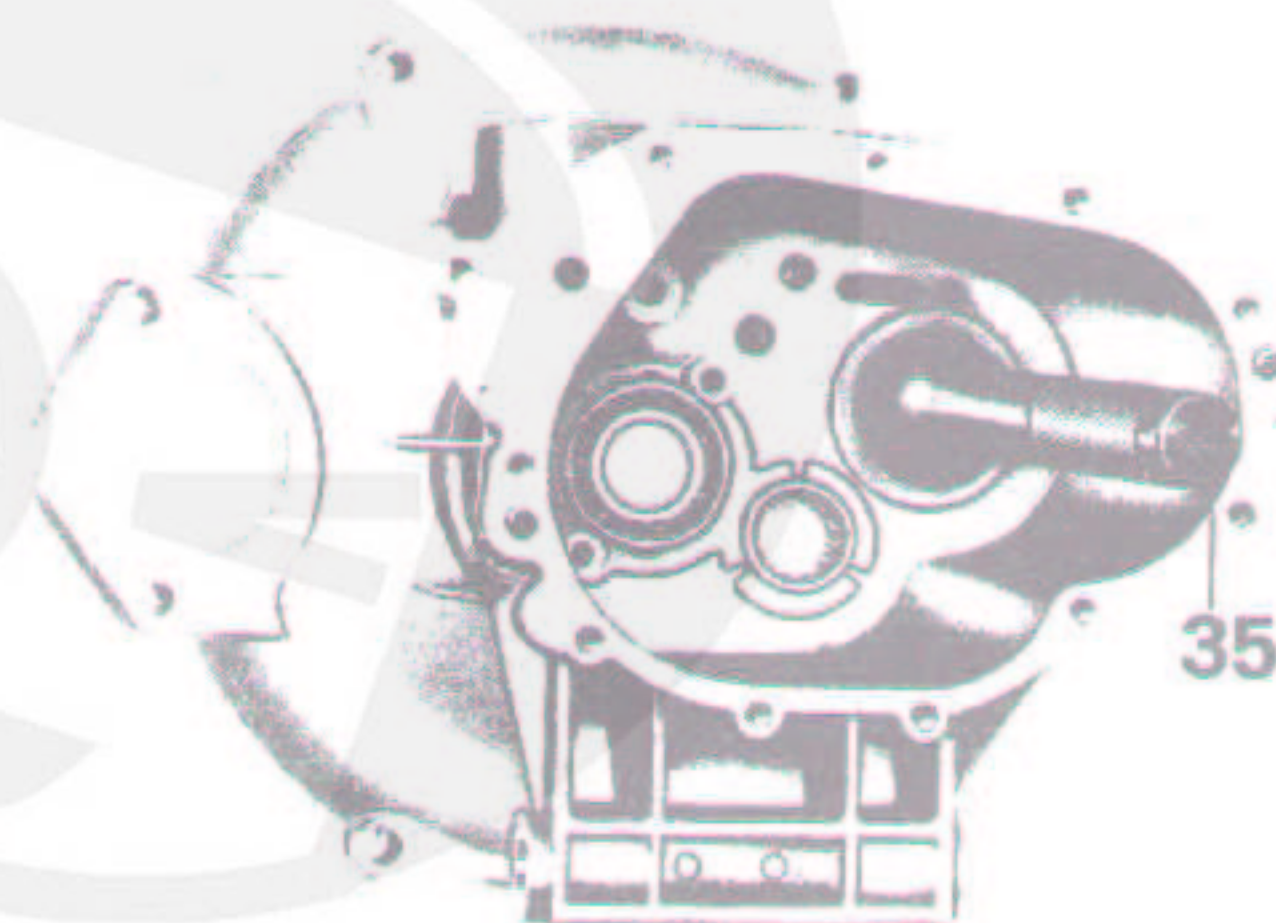

Fig. 95/3
- il cuscinetto per albero secondario dopo spalmato con «Loctite» va pressato con apposito punzone n. 14928900 (34 di fig. 95/5);
- il cuscinetto per albero primario va pressato con apposito punzone n. 14928800 (37 di fig. 95/6);